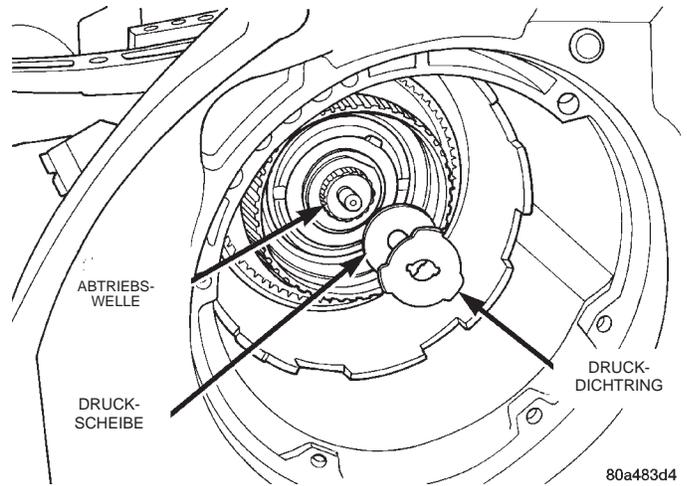

Abb. 77 Druckscheibe und Unterlegscheibe der Abtriebswelle
(20) Druckscheibe für Abtriebswelle von der Abtriebswelle bzw. von der Nabe der hinteren Kupplung abnehmen (Abb. 77).
(21) Druckscheibe für Abtriebswelle und Unterlegscheibe von der Nabe der Abtriebswelle abnehmen (Abb. 77).